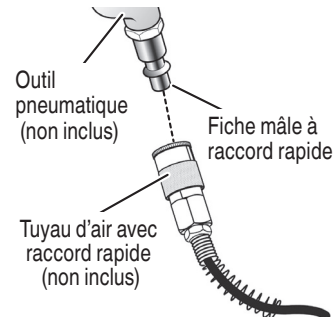

Fig. 7
- Connecter les outils alimentés par air au tuyau d'air en insérant la fiche mâle à raccord rapide sur le coupleur rapide à l'extrémité du tuyau (Fig. 7).